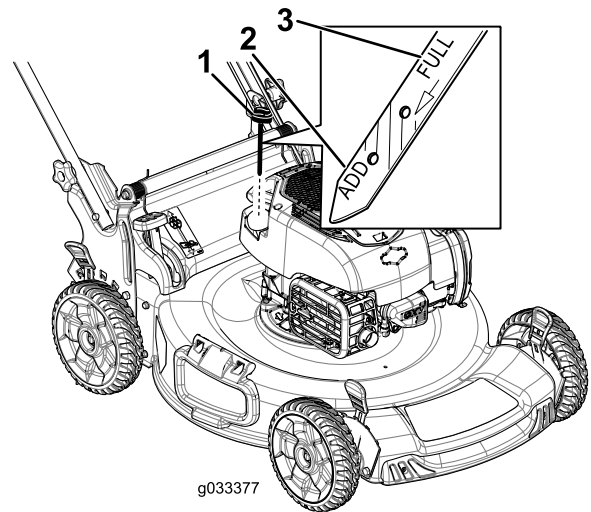

Bild 20
3. Entfernen Sie den Peilstab, indem Sie den Deckel nach links drehen und herausziehen (Bild 20).
10. Lesen Sie den Ölstand am Peilstab ab (**Bild 20**).